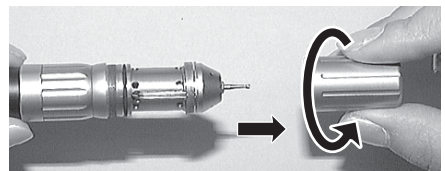

Abb. 15
- 1) Zum Herausnehmen Patronenhalter durch Drehen lösen, wie in Abb. 15 dargestellt.